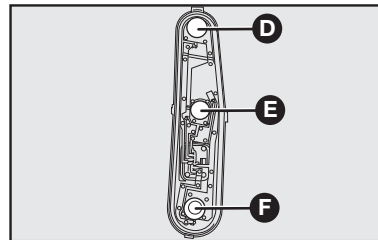

fig. 20
3) retirar a lâmpada **D** (seta), **E** (posição/freio), ou **F** (ré) - **fig. 20** empurrando-a levemente e girando-a no sentido anti-horário.